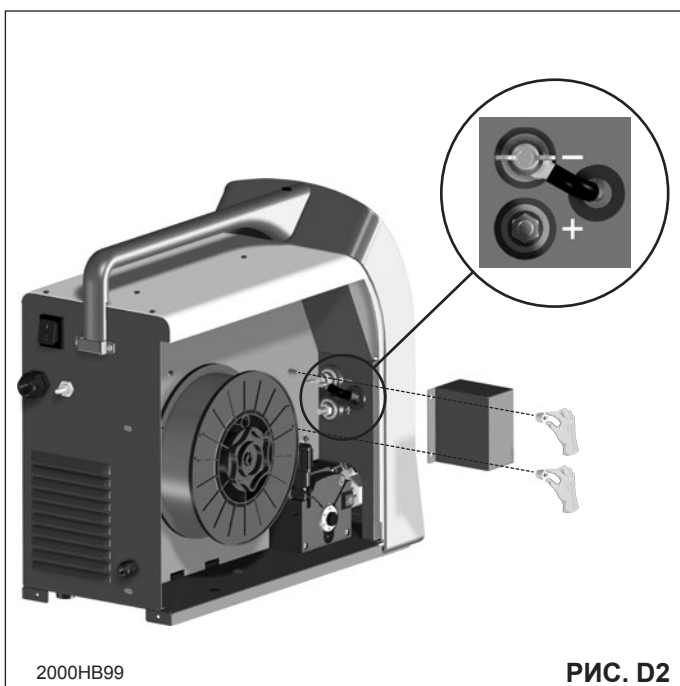

РИС. D2
- 3) Откройте крышку, выньте коробку для защиты от изменения полярности (см. Рис. D2) и переставьте кабель для изменения полярности на отрицательную клемму (-).